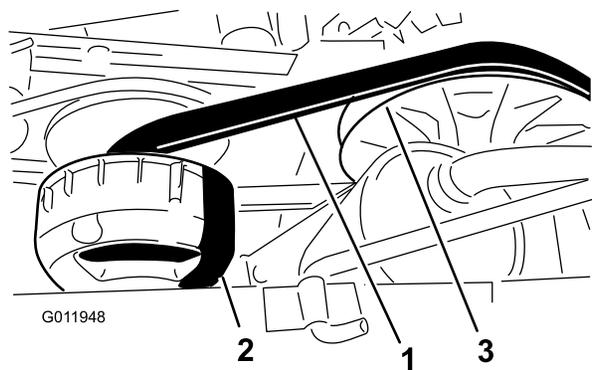

Bild 45
3. Drehen und prüfen Sie den Riemen (Bild 45) auf überdurchschnittliche Abnutzung oder Schäden. Tauschen Sie den Riemen bei Bedarf aus.
1. Drehen Sie den Riemen und verlegen ihn über die sekundäre Kupplung (Bild 45).
2. Nehmen Sie den Riemen von der primären Kupplung (Bild 45).